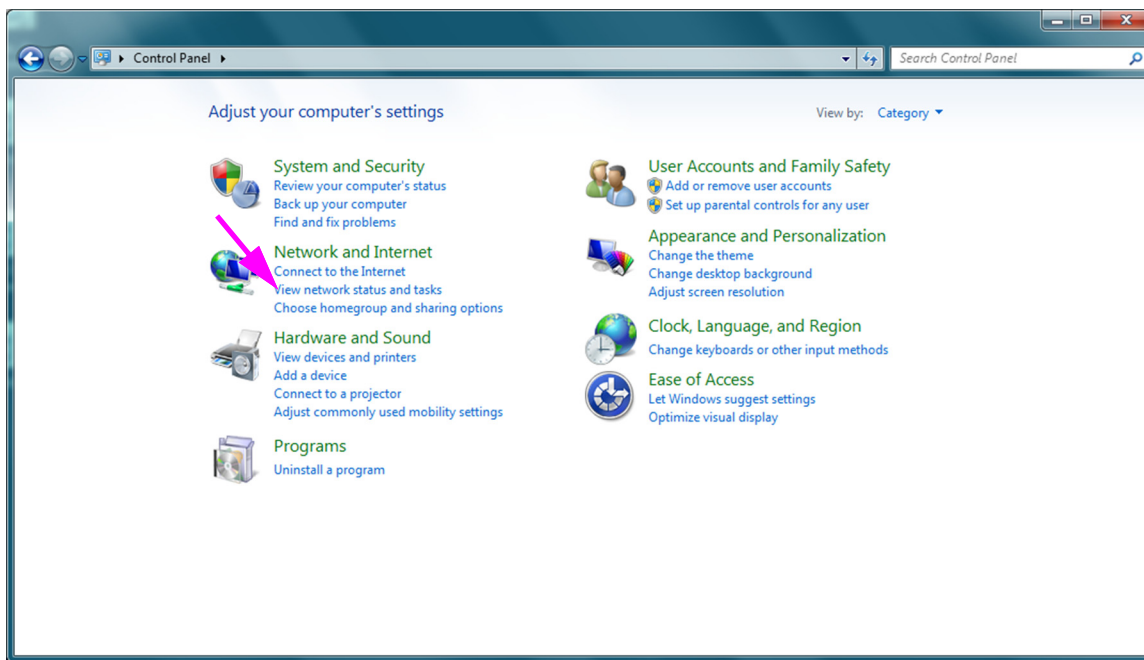

图 2-37. 所有控制面板项目窗口 - Category（类别）视图
3. 选择 **Control Panel**（控制面板）。如果视图设置为 **Category**（类别），则出现的屏幕如图 2-37 所示。